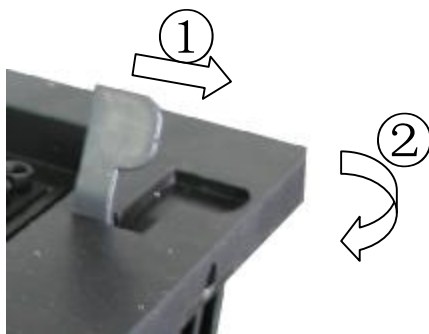

图 3
2.1.4 将模块放入主机，到位后按下图 3 步骤①、②将提手拨入凹槽（如图 4）